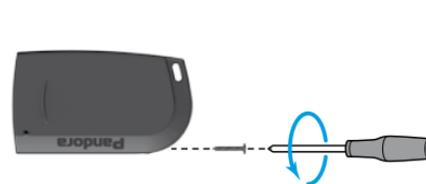

Abb. 1
- Lösen Sie die Schraube mit einem Philips PH00-Schraubendreher (Abb. 1);